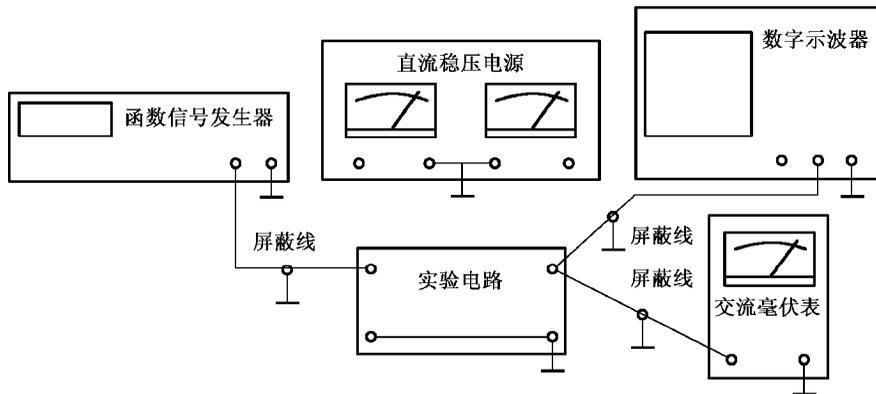

图 1-1-2 仪器与实验电路板的连接
(1) 仪器和实验板间的接线要用颜色加以区别，以便于检查，如电源线（正极）常用红色，公共地线（负极）常用黑色。接线头要拧紧或夹牢，以防接触不良或因脱落而引起短路。
(2) 电路的公共接地端和各种仪表的接地端应连接在一起，既作为电路的参考零点（即零电位点），同时又可避免引起干扰，如图 1-1-2 所示。在某些特殊场合，还需将一些仪器的外壳与大地接通，这样可避免外壳带电而确保人身和设备安全，同时又能起到良好的屏蔽作用。如在焊接和测试 MOS 元件时，电烙铁和测试仪器均要接大地，以防它们漏电而造成 MOS 元件的击穿。